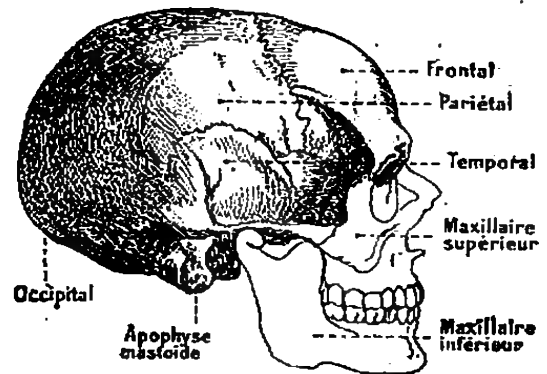

Fig. 132. — Les os de la tête humaine.
3. Tête. — Dans la tête (fig. 132), on distingue le *crâne* et la *face*.